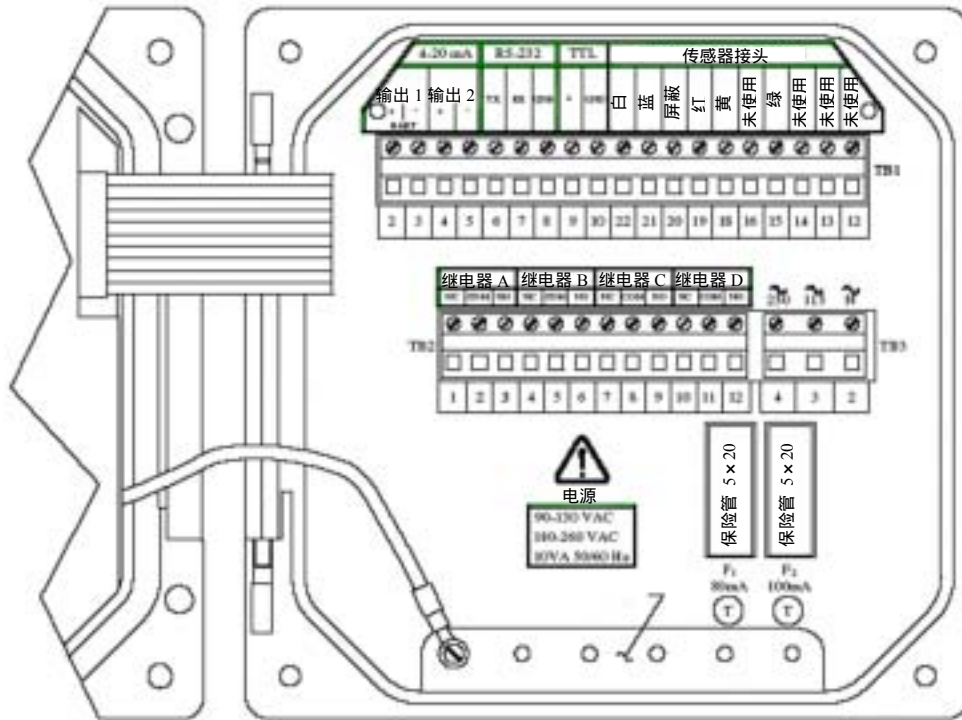

图 2-3 用于序列号前缀带“B”的分析仪接线端子名称
为了靠近接线端子进行电气连接，旋开四个固定螺丝后打开上盖。图 2-3 或 2-4 表示接线端子排列和它们的名称。
- 序列号前缀带“B”分析仪的壳体底部（5 个开孔，图 2-3）的接地片；
- 序列号前缀带“B”分析仪的壳体底部（5 个开孔，图 2-3）的接地片